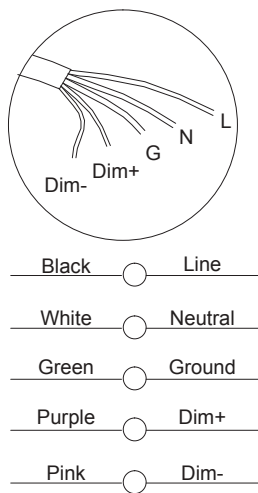

Fig 3
- A: Connect the input wires per the wiring diagram below (Fig 3).
- A: Conecte los cables de entrada según el diagrama de cableado a continuación (Fig. 3).
- A : Connectez les fils d'entrée selon le schéma de câblage ci-dessous (Fig 3).